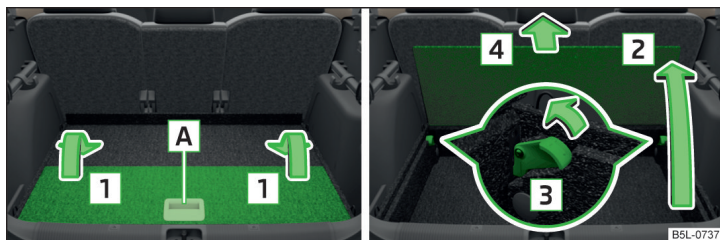

Fig. 111 Rabattez/Extrayez le plancher de chargement variable
- Saisir le plancher de chargement variable à la poignée **A** et le rabattre uniformément dans le sens de la flèche **1** » fig. 111.